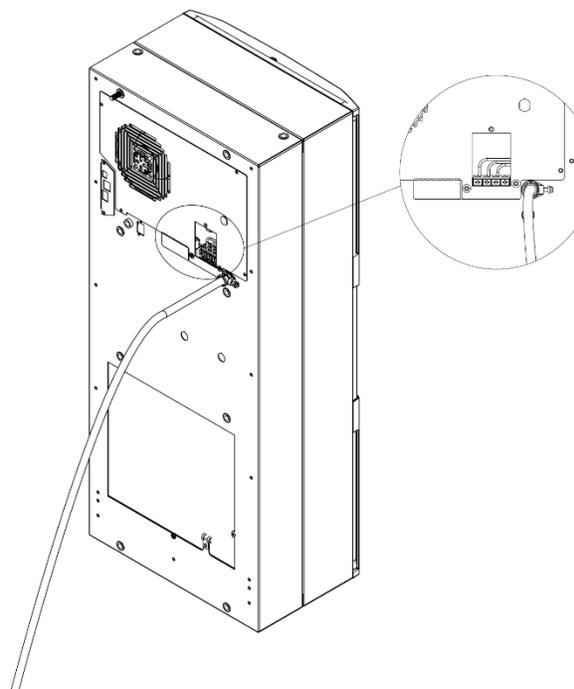

図10
5. ストレインリリースのネジを締めて電源ワイヤを固定します。図10をご覧ください。